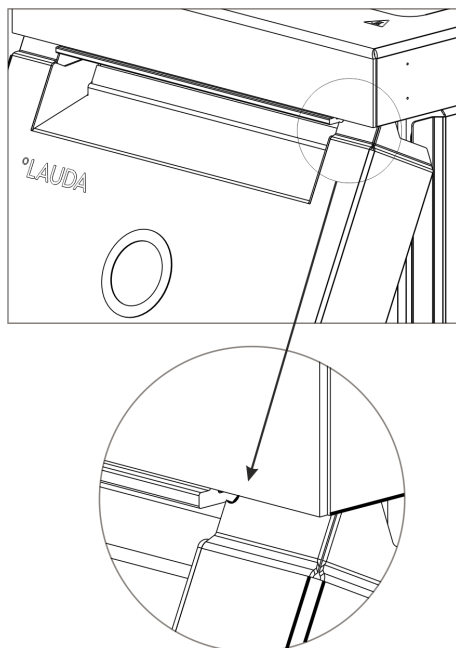

Abb. 77: Radien an der Frontblende
2. Schieben Sie die Frontblende nur so weit nach oben, dass die Radien noch zu sehen sind Abb. 77.